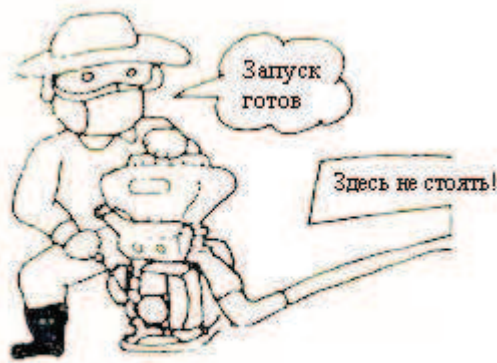

Рис. 14
- 2). Запрещается находиться перед нагнетательной трубой. Даже если задвижка закрыта, происходит выброс оставшегося в трубе вещества (см. Рис. 14).